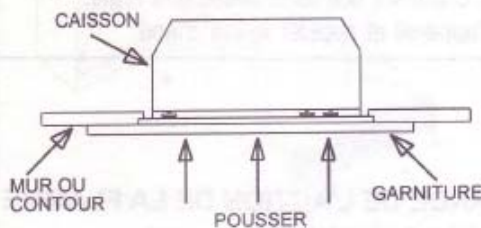

FIGURE 6
4. Pousser le caisson en place de façon que la garniture repose contre le contour fini ou la surface du mur. (FIGURE 6)